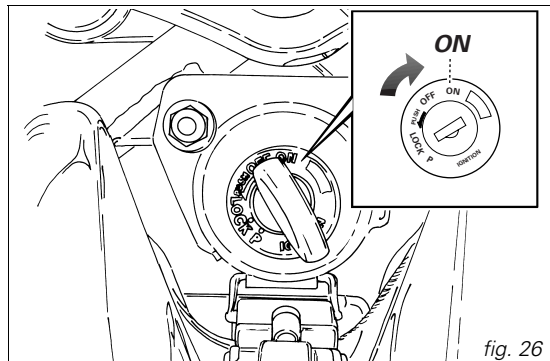

fig. 26
1) Spostare l'interruttore d'accensione sulla posizione **ON** (fig. 26). Verificare che la spia verde **N** e quella rossa  sul cruscotto risultino accese.